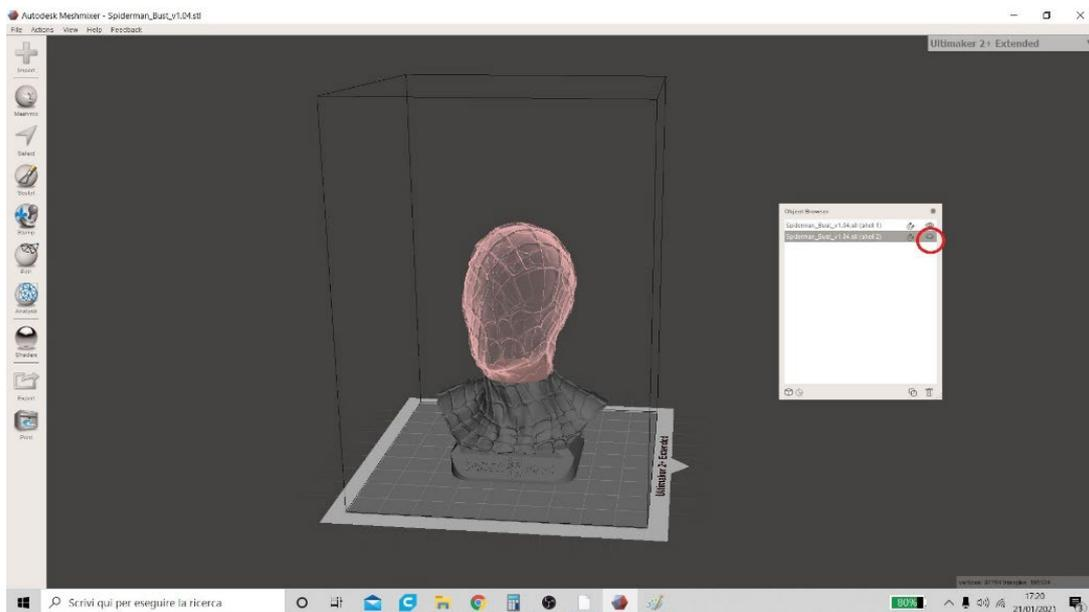
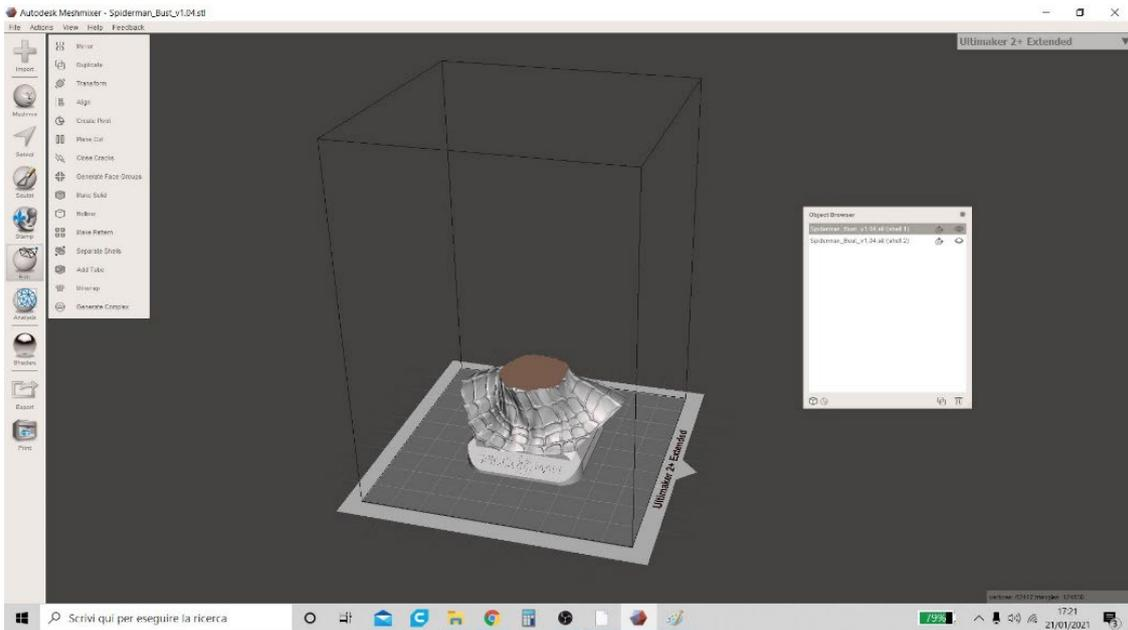
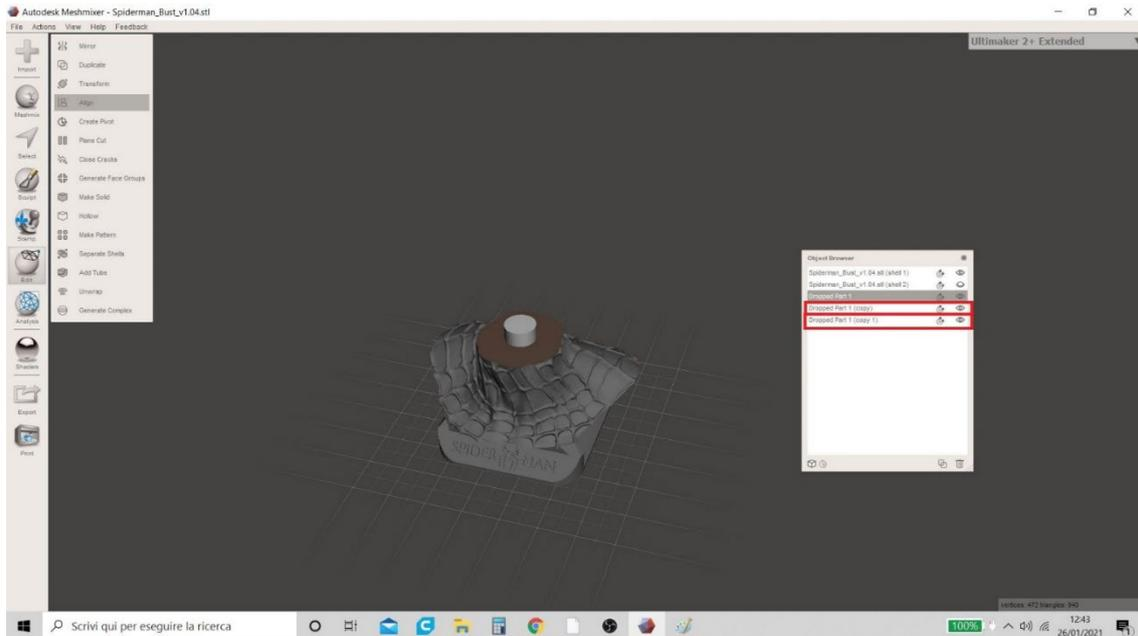

Figura 6 Meshmixer
Figura 7 Meshmixer
Figura 13 Meshmixer
6. Al hacer clic en el icono del ojo en la tabla a la derecha de los nombres de ambos modelos (como se muestra en la Figura 6 Meshmixer), el usuario puede optar por ocultar una u otra parte respectivamente (Figura 7 Meshmixer) para guardar los modelos en diferentes formatos por separado. Para guardar, haga clic en el menú "Exportar" en la parte inferior izquierda y luego elija el formato en el que prefiere guardar (e. g. el "StL ASCII Format" que es el que aparece por defecto).
6. Esta operación genera otros dos modelos en la tabla de resumen (Figura 6 Meshmixer) llamados "Drop Part I (copy)" y "Drop Part I (copy 1)" que son las dos copias del Pivot necesarias para perforar los modelos. Pero es necesario ocultar las dos copias que acabamos de crear (haciendo clic en el icono del ojo en la tabla como se muestra en la Figura 13 Meshmixer) porque serán necesarias más adelante.